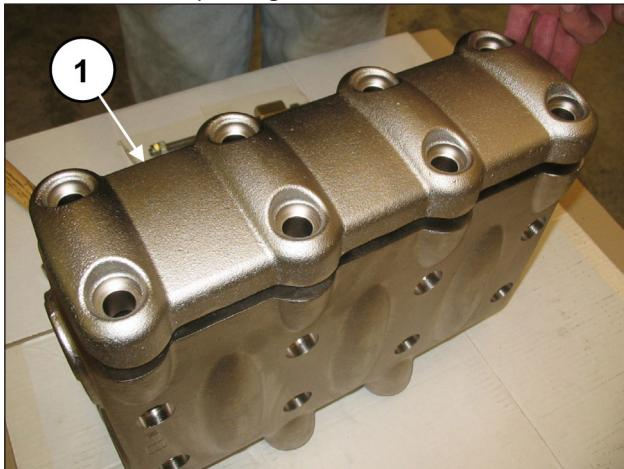
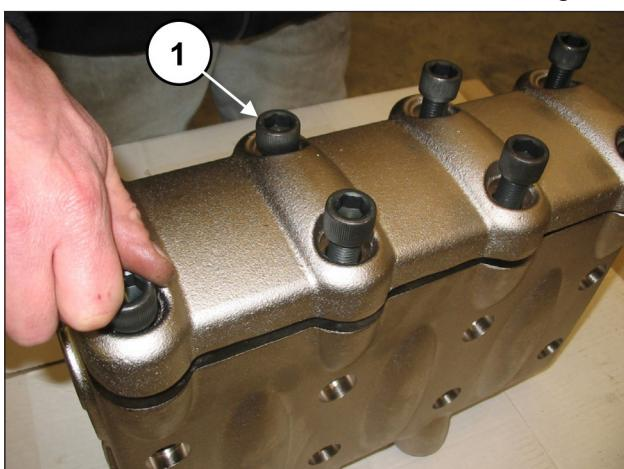

Fig. 115
Fig. 116
Après avoir monté les groupes soupape et le capuchon de soupape, poser le couvre-soupapes (rep. ①, Fig. 115) et visser les 8 vis M16x55 (rep. ①, Fig. 116).